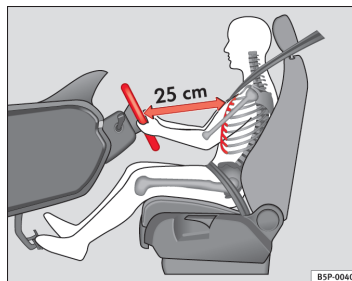

Fig. 115 Sådan sidder føreren korrekt.
- Indstil rattet i den ønskede position ⇒ Fig. 115.
- Indstil førersædet eller rattet, så afstanden mellem rattet og din brystkasse er mindst 25 cm → Fig. 115. Hvis du ikke overholder minimumsafstanden, kan airbagsystemet ikke beskytte dig – livsfare!